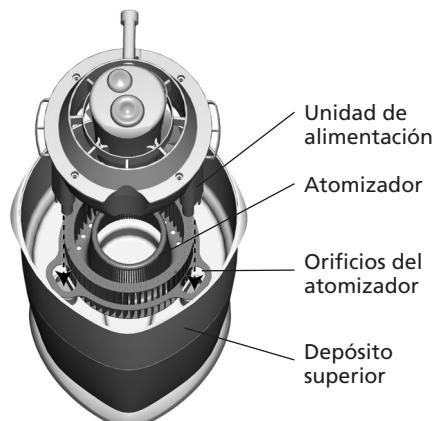

Figura 18
6. Coloque la unidad de alimentación en el depósito superior de tal manera que los tres dientes de la unidad de alimentación pasen a través de los tres orificios del atomizador y de los tres dientes de la base del depósito superior. Asegúrese de que la unidad de alimentación esté colocada correctamente y que los tres dientes estén en la posición correcta. Vea la figura 18.